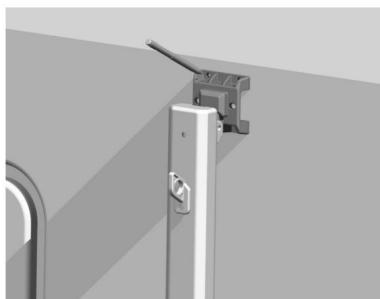
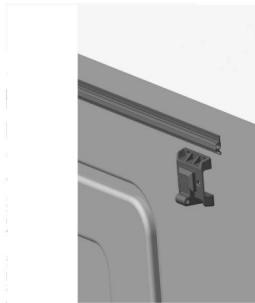

Rysunek C4
Rysunek C5
- 3.1 Wyjmij szynę materiałową i przyjmocuj ją na zewnątrz nadwozia pojazdu za pomocą śrub B (rysunek C4). Szynę materiałową należy zainstalować poziomo, a jeśli nie, należy ją wypoziomować (powiniennie być dostarczony blok amortyzujący) (rysunek C5). Jeśli nadwozie pojazdu jest wstępnie wyposażone w szczelinę do wkładania materiału, ten krok można pominąć, a mat nie ma potrzeby korzystania z kolei.